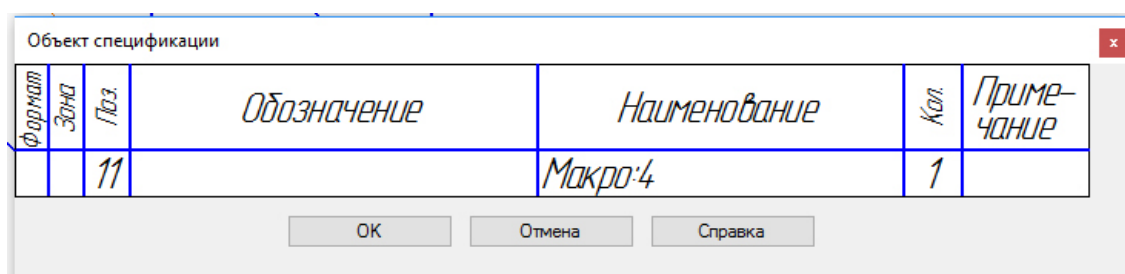

Рис. 4.76. Окно «Объект спецификации»
- Нажмите кнопку «Создать» – появится окно объекта спецификации (рис. 4.76).